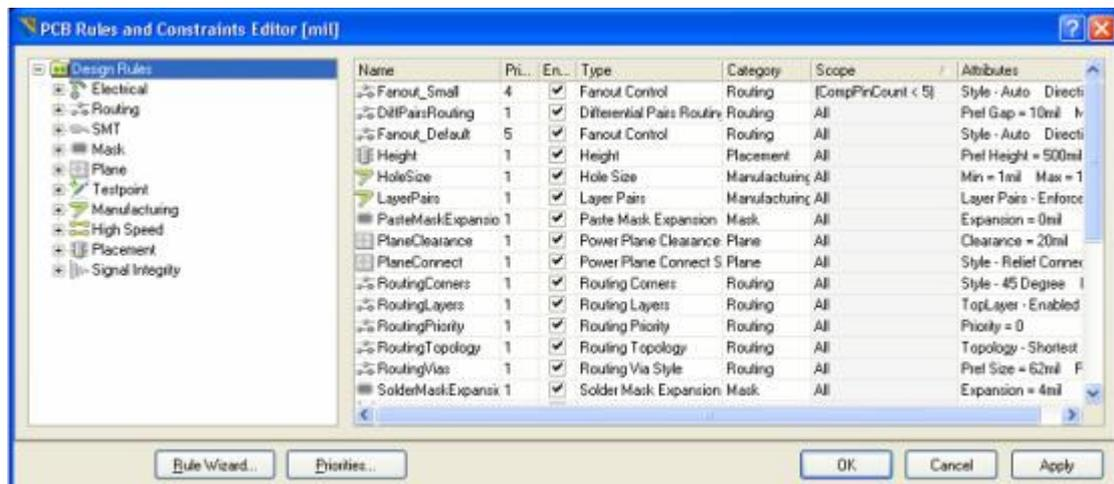

图 6-19 设计规则
- 2、如图 6-19，PCB 规则和约束限制编辑器对话框就会出现。每个规则类显示在对话框左边 Design Rules 文件夹的下面。双击 Routing 扩展，看到相关的布线规则。然后双击 Width，显示宽度规则。